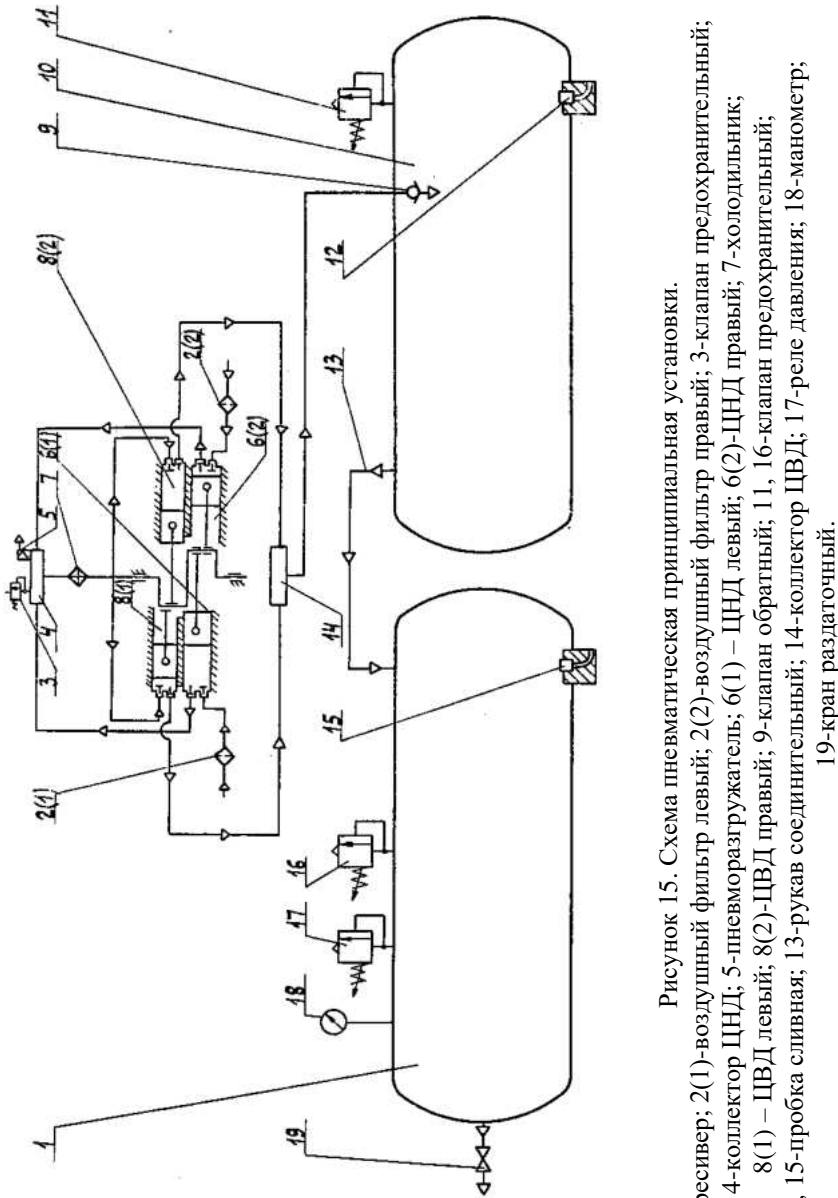

Рисунок 15. Схема пневматическая принципиальная установка.
4.2.1 При работе установки (рисунок 15) атмосферный воздух через фильтр 2 и всасывающие клапаны поступает в цилиндр низкого давления 6, где предварительно сжимается, и далее при открытии нагнетательных клапанов, через коллектор цилиндра низкого давления 4, поступает в холодильник 7.